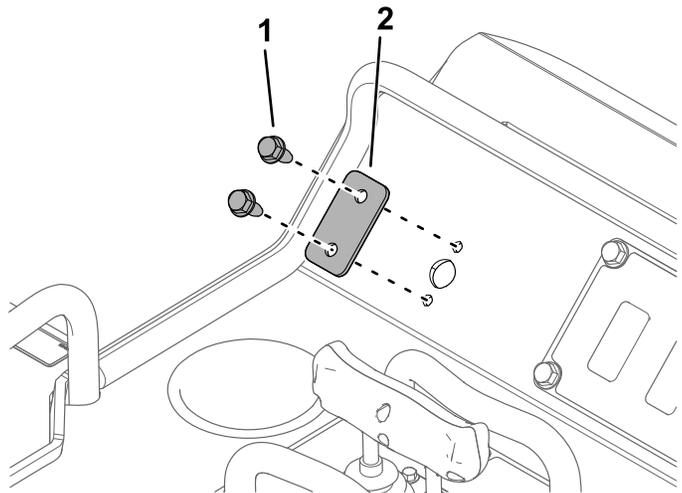

Рисунок 2
1. Выверните 2 самонарезающих винта и снимите пластину с панели управления (Рисунок 2). Удалите пластину в отходы.